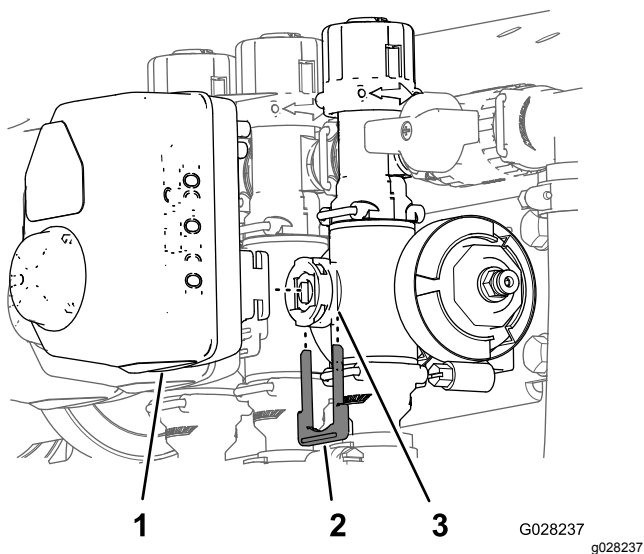

Bild 61
3. Entfernen Sie den Halter, mit dem der Aktuator am Verteilerventil für das Ventil für die Dosierungssteuerung, den Hauptabschnitt oder das Abschnittventil befestigt ist (Bild 61).